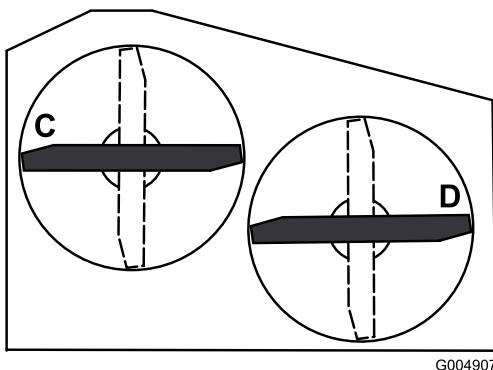

Рисунок 58
2. Расположите ножи в поперечном направлении. Измерьте высоту в точках **C** и **D** от горизонтальной поверхности до режущих кромок на концах ножей (Рисунок 58).